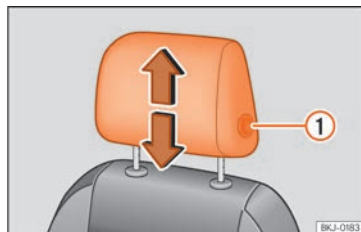
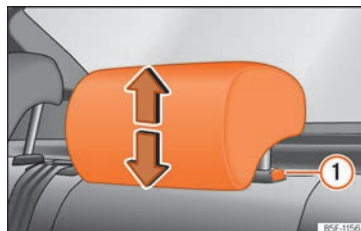

Fig. 104 Asiento delantero: regulación del apoyacabezas.
Fig. 105 Apoyacabezas trasero: regulación del apoyacabezas.
debe presionar el botón »» fig. 104 ①; en el caso de los traseros solo necesita presionar la tecla »» fig. 105 ① para bajarlos »» Δ en Introducción al tema de la pág. 135.